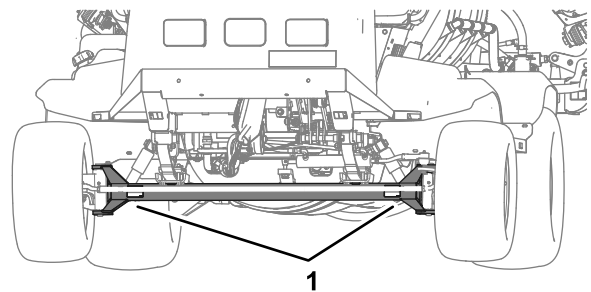
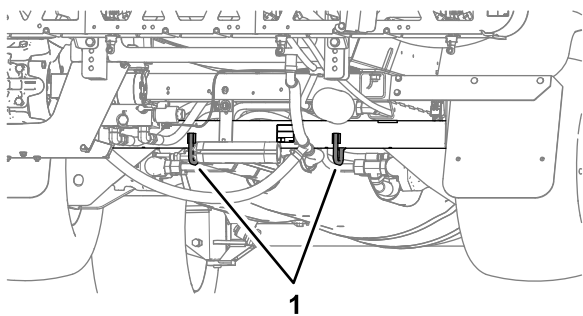

Figure 58
Figure 59
- Arrimez solidement la machine sur le véhicule de transport ; la Figure 58 et la Figure 59 montrent les points d'attache de la machine.